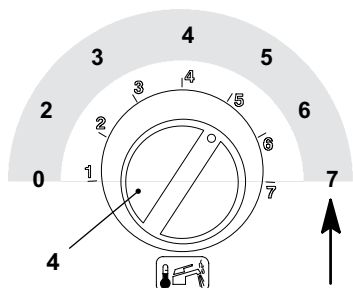

рис. 7.9
Чтобы просмотреть заданные параметры, нажмите и удерживайте кнопку сброса в течение 5 секунд. Светоиндикаторы 3(рис. 7.7) вспыхнут количество раз (1-7), соответствующее положению ручки настройки (рис. 7.9).
- Чтобы изменить настройку, поверните регулятор температуры ГВС 4 (рис. 7.7) и установите его в выбранное положение (рис. 7.9). Смотрите также рис. 7.10 (в примере регулятор установлен в положение 3,5). После поворота регулятора ГВС индикатор блокировки начнет